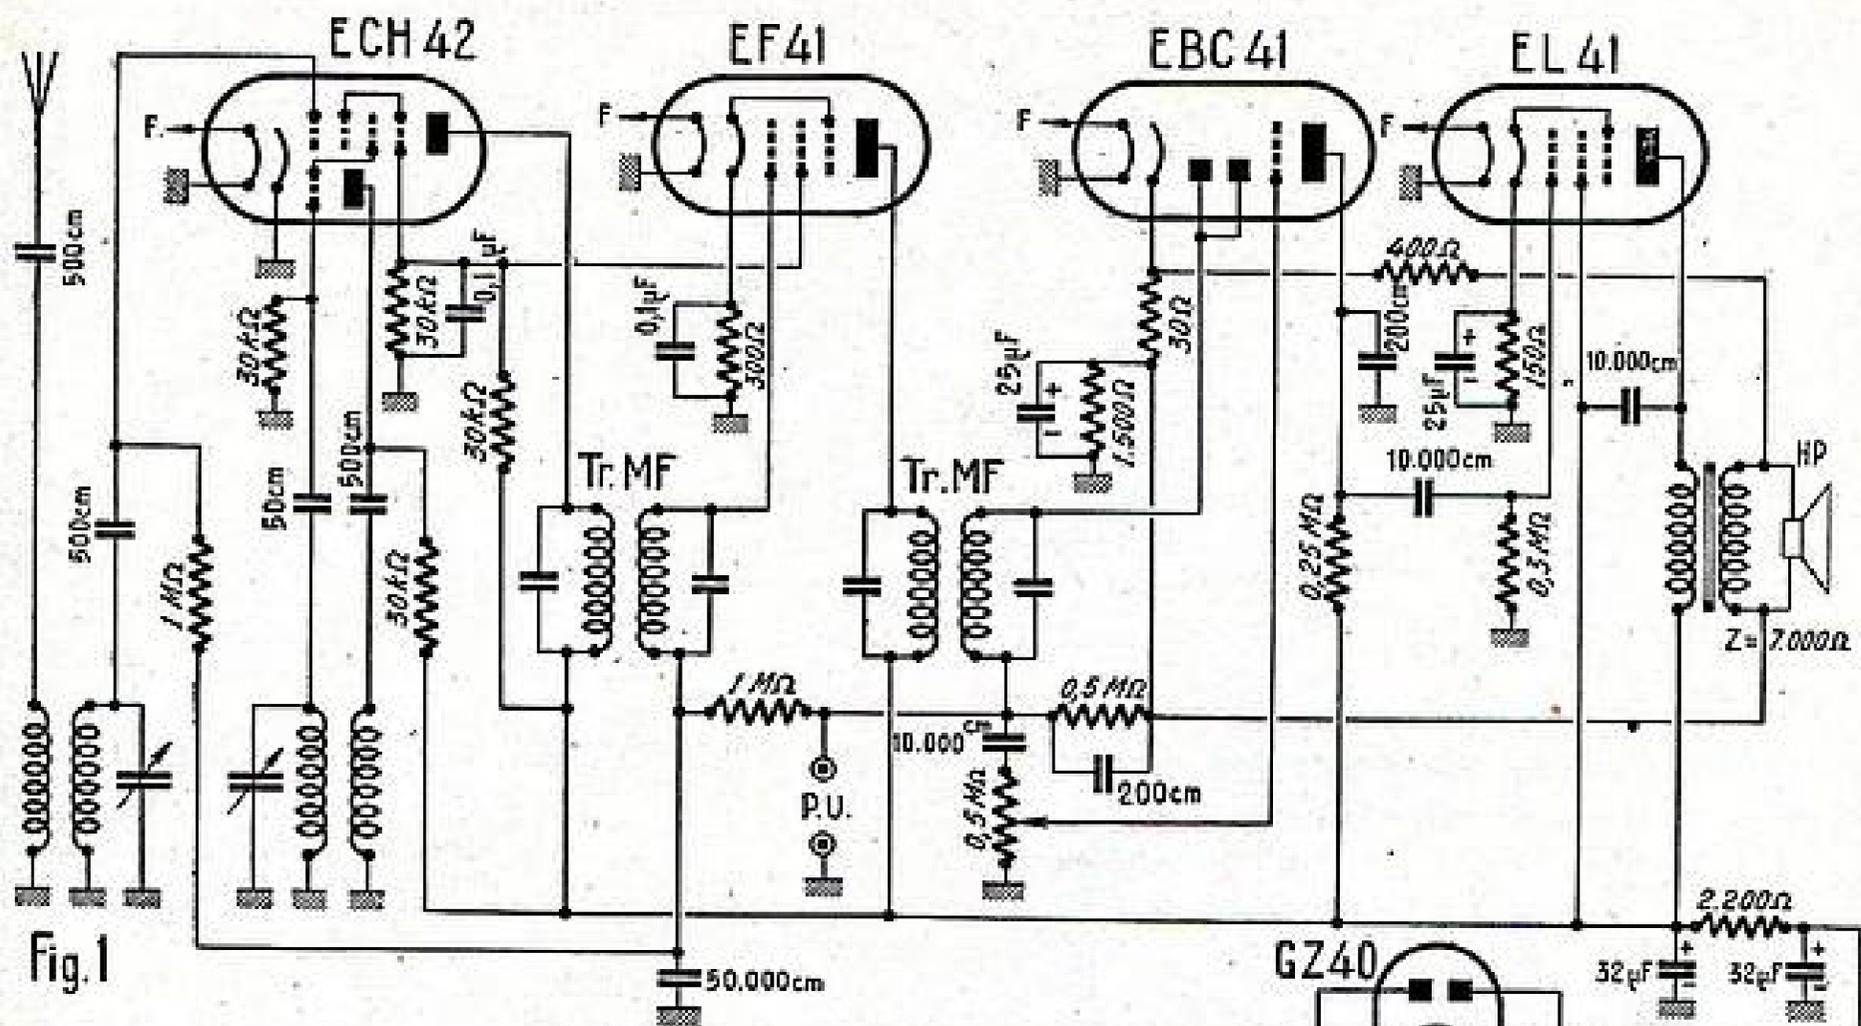
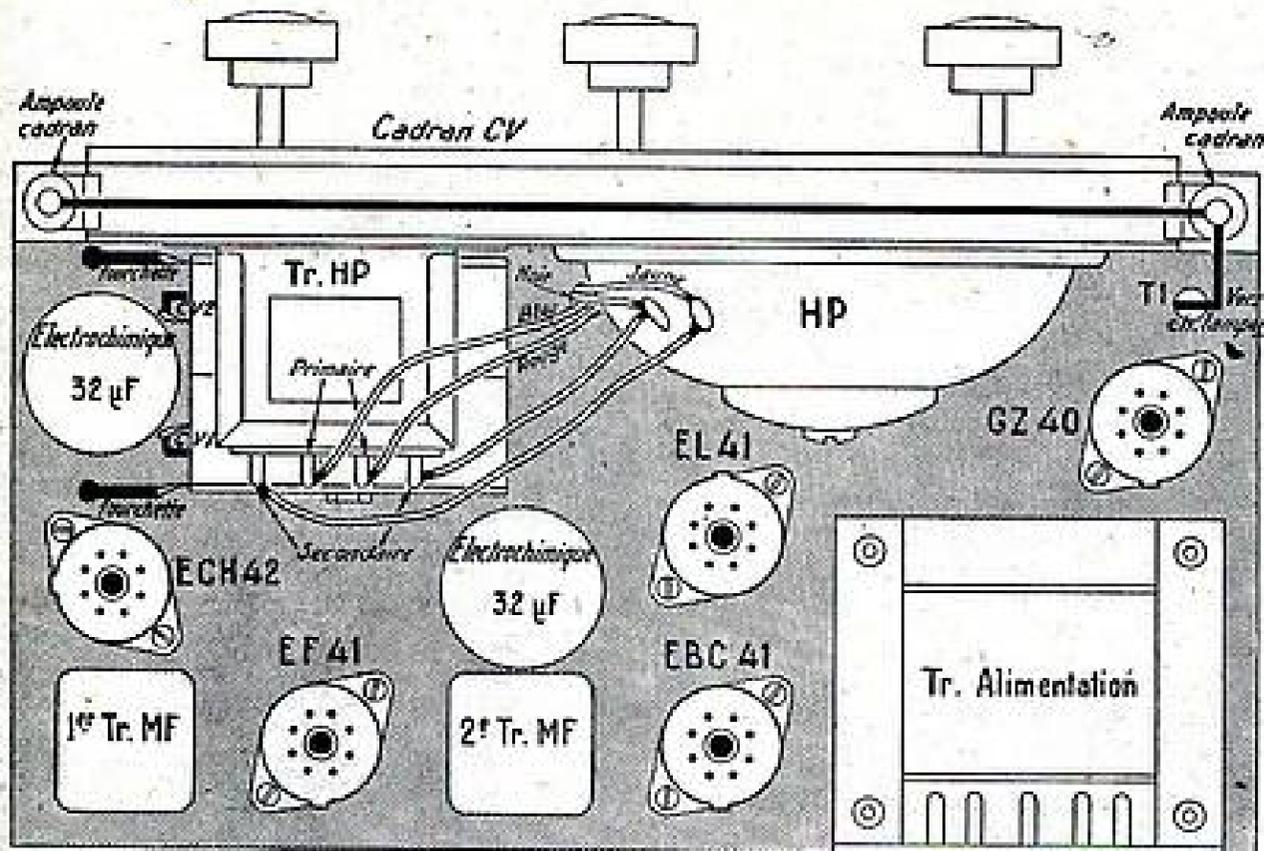

Fig. 1
Fig. 2
Nous avons représenté ces cas en figure 1. En 1a, le branchement d'un pick-up électromagnétique à haute impédance, en parallèle, le potentiomètre de contrôle de puissance dont le curseur est relié à la grille de commande de la première lampe BF.
Si nous nous reportons à la figure 1, nous avons sous les yeux le schéma théorique de ce poste. Un technicien averti peut parfaitement monter le récepteur en suivant ce schéma, mais beaucoup d'amateurs lui préfèrent, pour le montage, le plan de câblage que nous donnons à la figure 2. En effet, sur ce dessin on voit clairement la disposition des pièces à adopter et l'emplacement exact des connexions. Mais pour l'étude des différents circuits d'un poste, le schéma est plus explicite, c'est donc à lui que nous allons nous reporter immédiatement. Le plan de câblage nous servira au cours de la description du montage qui suivra.
le transformateur d'alimentation. Sur trois des tiges de fixation (voir fig. 2), on met à l'intérieur du châssis une cosse à souder.
La ligne de masse par quoi nous allons commencer est exécutée en fil nu de forte section. Nous la distinguons très nettement sur le plan de câblage de la figure 2. Elle part d'une des cosses prévues sur les tiges de fixation du transformateur d'alimentation; elle est coudée de manière à contourner cet organe. Elle est soudée sur les deux autres cosses des tiges de fixation. Elle longe la face arrière du châssis et est soudée sur les cosses des vis de fixation des supports EBC41 et EF41. Elle est encore coudée à angle droit de manière à suivre la face latérale du châssis et est soudée sur la cosse de fixation du relais C.
- 1 châssis selon figure 2.
Toutefois, notre préférence va très nettement au schéma de la figure 2. Le principal effet de cette amélioration est un cadrage plus efficace. Comme, pratiquement, aucune tension importante n'est appliquée aux plaques de déviation venant de l'extérieur, il en résulte un déséquilibre dans les tensions que l'on peut combattre en ramenant l'extrémité de la chaîne des résistances, non pas à la masse, comme précédemment, mais au point + HT.